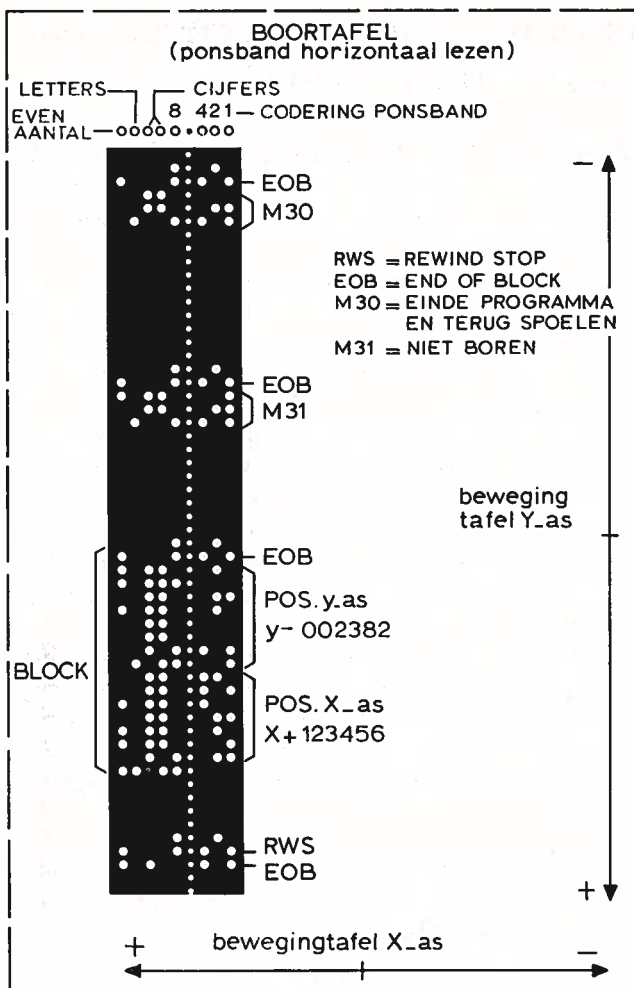

FIG.15
- C. via het commandoregister door dit te laden m.b.v. een ponsband waarin met „blokken” de coördinaten zijn aangegeven (fig. 15) toont U zo'n „block” waarbij nog enkele speciale „codes” ingeponst zijn weergegeven.